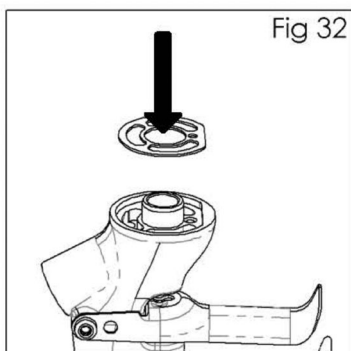

Fig 32
8. Coloque un nuevo sello (10) en la parte delantera de la pistola, asegurándose de que la parte plana del sello quede alineada con la parte plana de la pistola. (Ver Fig. 32).